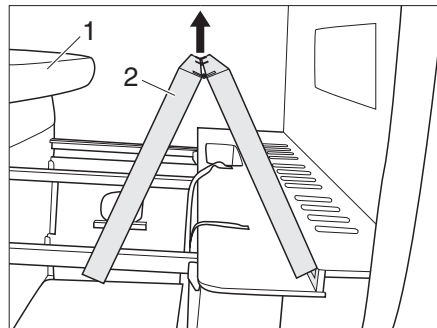

Fig. 50 Doblar el somier de listones
- ▶ Colocar el colchón (Fig. 50,1) en el lado izquierdo del vehículo.
- ▶ Levantar y plegar el somier de listones (Fig. 50,2).